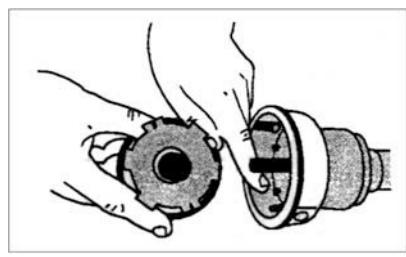

Рис. 13.
4. Проверьте степень износа фиксирующих зубцов на корпусе головки и шпульке (**см. рис. 13**). При необходимости замените корпус головки и/или шпульку.